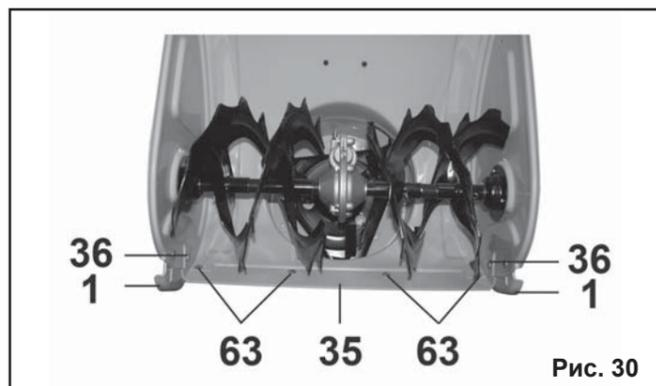

Рис. 30
**9.11. Замена ножа и башмаков (Рис.30).**